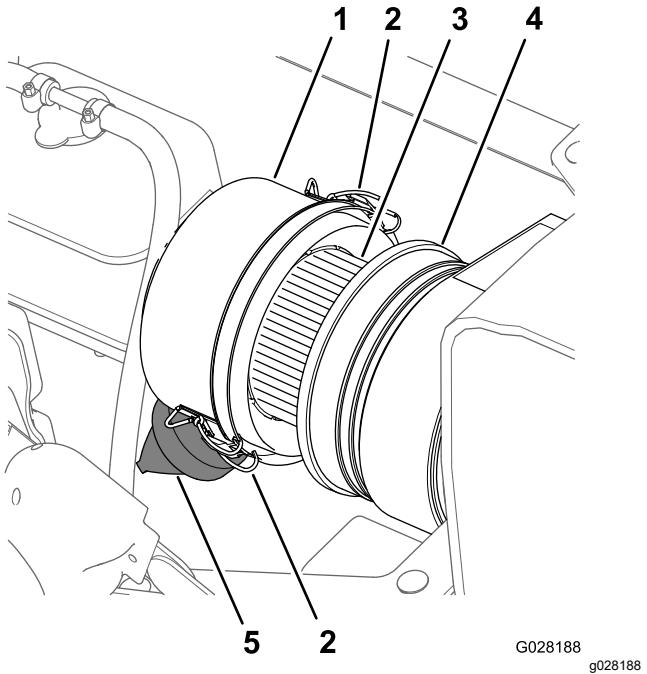
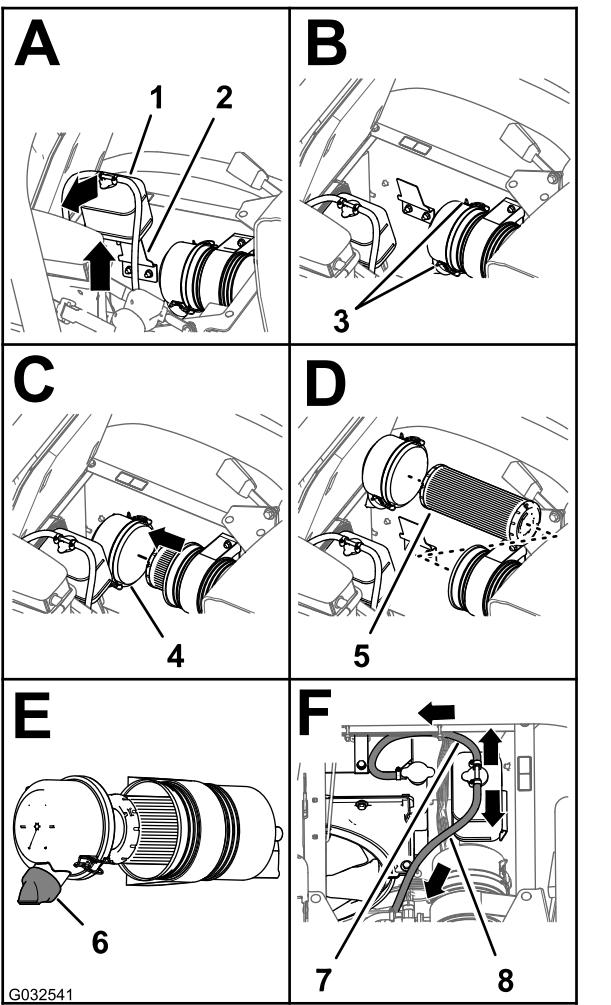

Figure 64
Figure 65
3. Nettoyez le capuchon antipoussière et le boîtier du filtre à air (Figure 64).
4. Recherchez sur le boîtier du filtre à air des dommages susceptibles d'occasionner des fuites d'air (Figure 64).
5. Pressez la valve à poussière pour éliminer les saletés, la poussière et les débris (Figure 64).
7. Vérifiez que l'élément du filtre à air ne présente pas de dépôts excessifs de poussière, saleté ou débris (Figure 64).
8. Reposez le capuchon antipoussière sur le boîtier du filtre à air et fixez-le en place avec les 2 attaches (Figure 64).
2. Nettoyez le capuchon antipoussière et le boîtier du filtre à air (Figure 64).
3. Soulevez le réservoir de trop-plein de liquide de refroidissement pour le déposer de son support (Figure 65).
5. Desserrez les 2 attaches qui fixent le capuchon antipoussière sur le boîtier du filtre à air (Figure 65).
7. Nettoyez l'intérieur du capuchon antipoussière, du boîtier du filtre à air et de la valve à poussière avec un chiffon humide (Figure 64 et Figure 65).
8. Insérez l'élément filtrant neuf dans le boîtier du filtre à air (Figure 65).
9. Reposez le couvercle sur le boîtier du filtre à air et fixez-le en place avec les 2 attaches (Figure 65).
Remarque: Vérifiez que la valve à poussière s'aligne bien entre les positions 5 et 7 heures vu de l'extrémité (Figure 65).
10. Placez le réservoir de trop-plein du liquide de refroidissement en face de son support et fixez solidement le réservoir (Figure 65).
Important: Vérifiez que le flexible de décharge de pression est dirigé vers l'avant et le bas et que le flexible d'évent du réservoir est dirigé vers l'arrière, comme montré à la Figure 65.